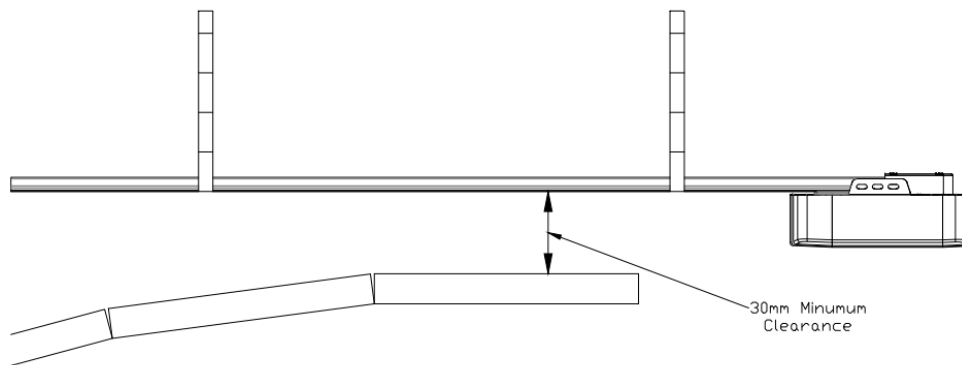

Bild 1
5. Es ist ein Mindestabstand von 30 mm zwischen der Unterseite der Antriebsschiene und dem oberen Ende des Garagentors an seinem am wenigsten weit entfernten Punkt eingehalten werden (siehe Bild 1).